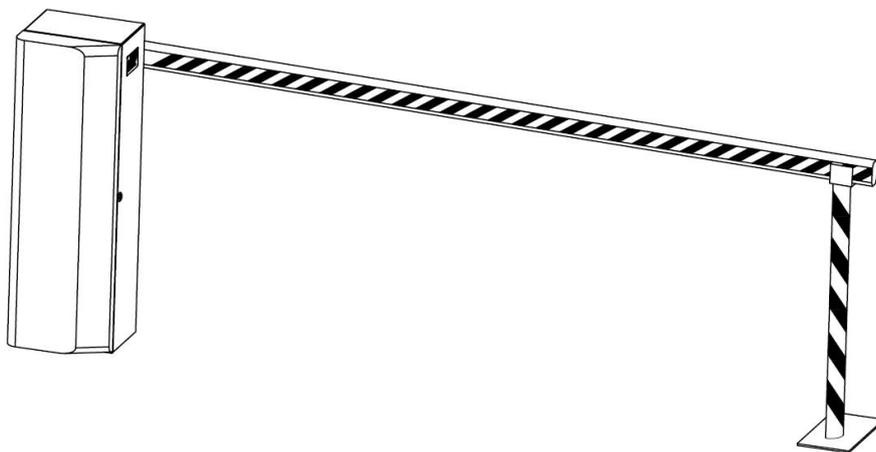

图 15
- 确定四个地脚螺栓孔位置，打上四个 M12 的膨胀螺栓或用水泥埋上四个 M12 脚螺栓（如图 15）。